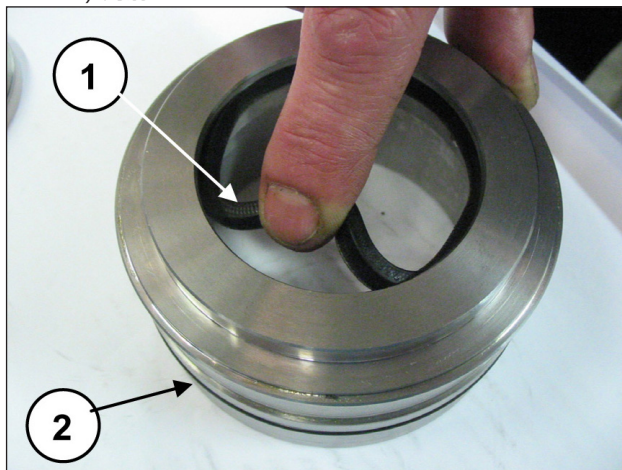

图 196
将低压密封圈插入KC密封圈支架（位置①，图196），请注意组装方向，使密封唇（朝向头部）和O形圈（位置②，图196）向前。